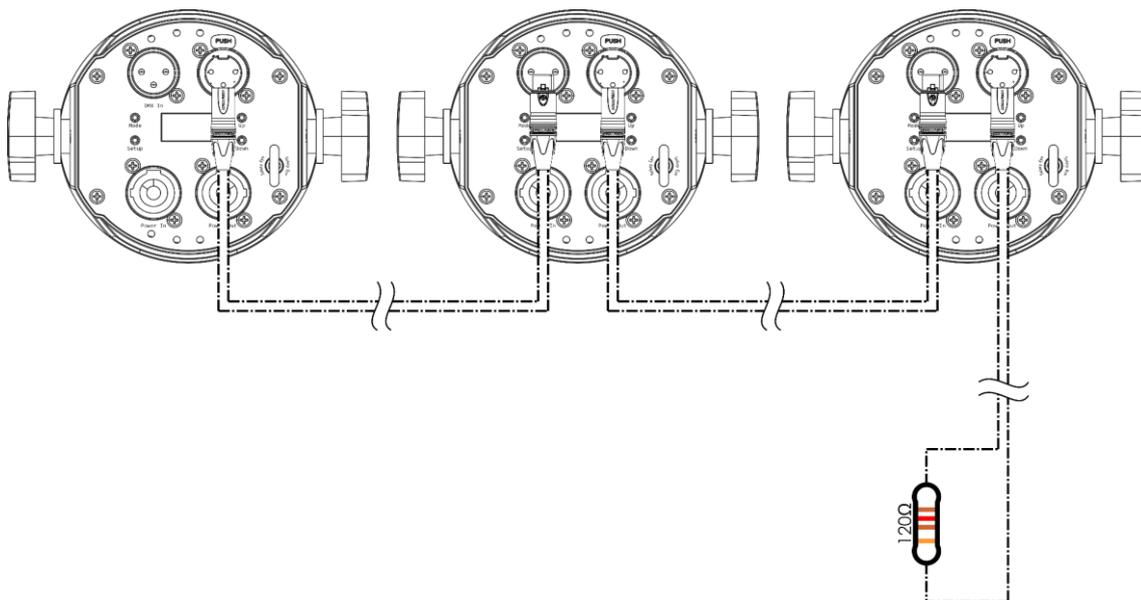

Fig. 09
- 02) Ripetere il passo 1 per collegare tutti i dispositivi come mostrato nella Fig. 09. Il primo dispositivo collegato verrà automaticamente riconosciuto come dispositivo master.